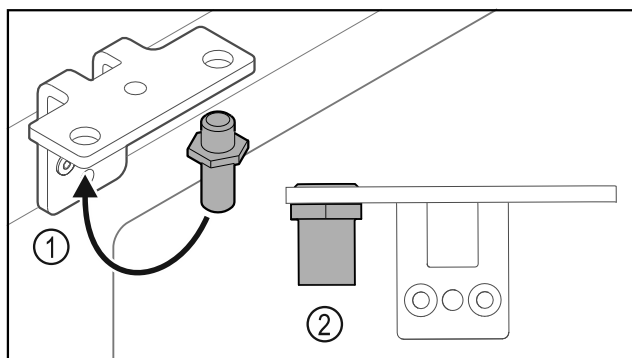

Fig. 32
- Flytta bulten Fig. 32 (1) i gångjärnsfästet.
- Dra åt bulten Fig. 32 (2) med ett **vridmoment på 12 Nm**.